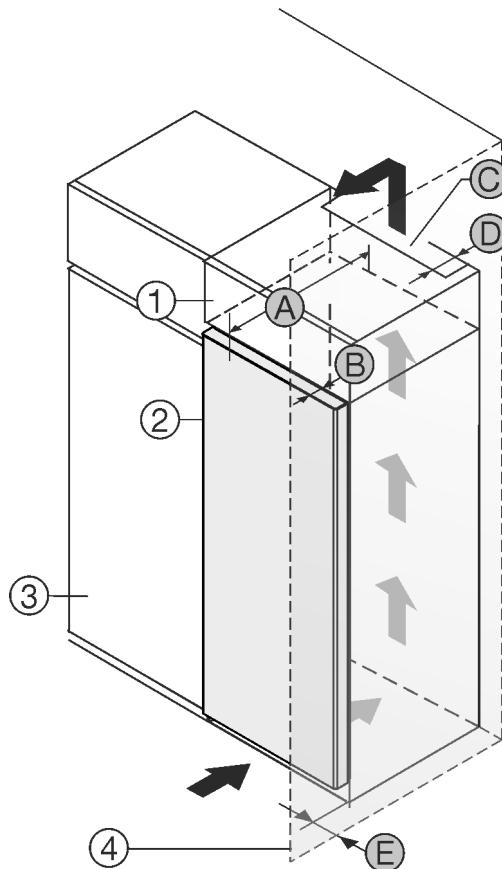

Fig. 1
Ви можете встановити пристрій безпосередньо поряд із кухонною шафою Fig. 1 (3).\*
Зі зворотного боку шафи для встановлення на пристрой слід передбачити вентиляційну шафу завглишки Fig. 1 (D) на всю ширину цієї шафи.\*
Слід дотримуватись вентиляційного отвору Fig. 1 (C) в стелі приміщення.\*
Якщо пристрій із шарнірами встановлюється поряд зі стіною Fig. 1 (4), відстань між пристроєм і стіною повинна бути не менше 13 мм.\*
Щоб мати можливість повністю відкривати дверцята, потрібно, щоб пристрій виступав на відстань глибини дверцят Fig. 1 (B) відносно передньої панелі кухонної шафи. Залежно від глибини кухонних шаф Fig. 1 (3) та використання пристінних розпірок пристрій може ще більше виступати вперед.\*